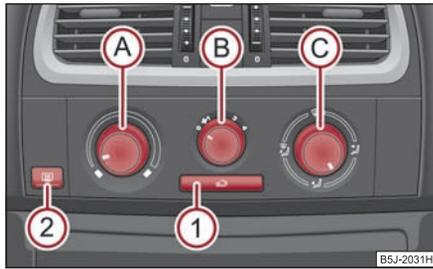

Fig. 115 Calefacción:
La entrada de aire para cada eyector se ajusta con el regulador de la distribución de aire (C) ⇒ página 93, fig. 115. Los difusores 3 y 4 se pueden cerrar y abrir por separado:
De los difusores abiertos fluye, según la posición del regulador (A) ⇒ página 93, fig. 115 y según las condiciones climatológicas, aire calentado o sin calentar. ■
- Pulse la tecla (S), el símbolo en la tecla (C) se encenderá ⇒ página 93, fig. 115.
- Pulse de nuevo la tecla (S), el símbolo en la tecla (C) se apagará.
Si el regulador distribuidor de aire (C) se encuentra en la posición (W) ⇒ página 93, fig. 115, el servicio de aire circulante se desconecta automáticamente. Pulsando repetidamente la tecla (S), usted puede conectar de nuevo el servicio de aire circulante también en esta posición.
- Gire el regulador giratorio (A) ⇒ fig. 115 hacia la derecha para aumentar la temperatura.
- Gire el regulador giratorio (A) hacia la izquierda para bajar la temperatura.